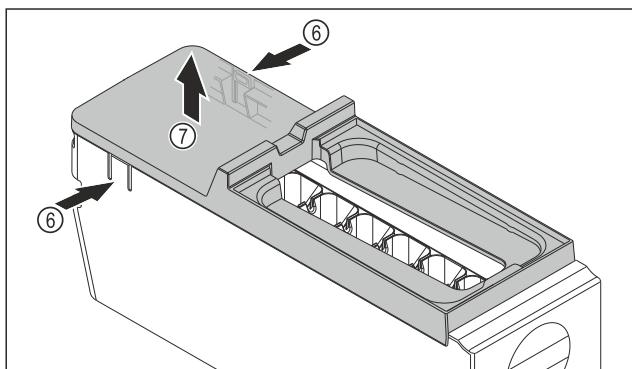

Fig. 132
- Снимите крышку корпуса EasyTwist-Ice: Надавите рукой на накладки Fig. 132 (6) с обеих сторон корпуса EasyTwist-Ice.
- Другой рукой снимите крышку Fig. 132 (7) по направлению вверх.